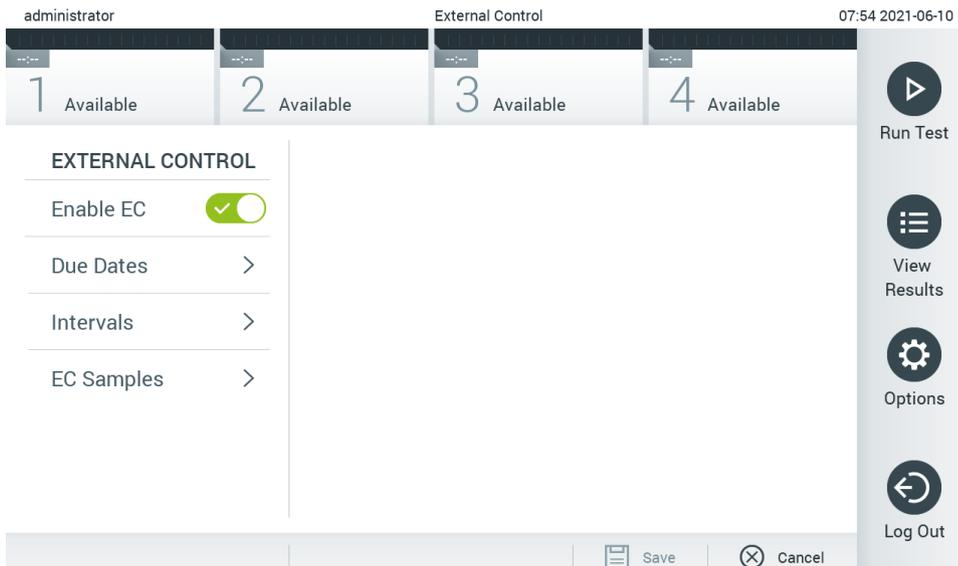

Abbildung 50. Der Bildschirm External Control (Externe Kontrolle).
2. Drücken Sie auf die Umschalttaste **Enable EC** (EC aktivieren), um die Funktion zu aktivieren (Abbildung 50).